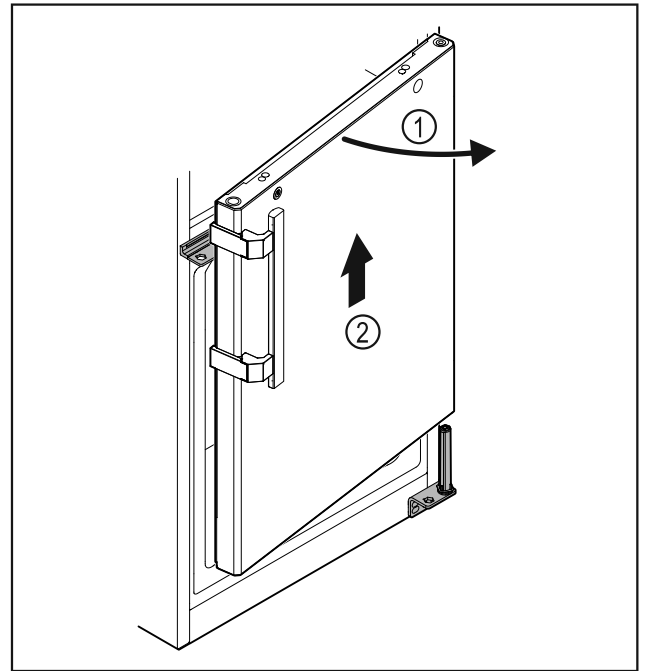

Fig. 34
- ▶ Avaa ovea Fig. 34 (1) hiukan, nosta sitä noin 200 mm suoraan ylöspäin ja ota se pois Fig. 34 (2).